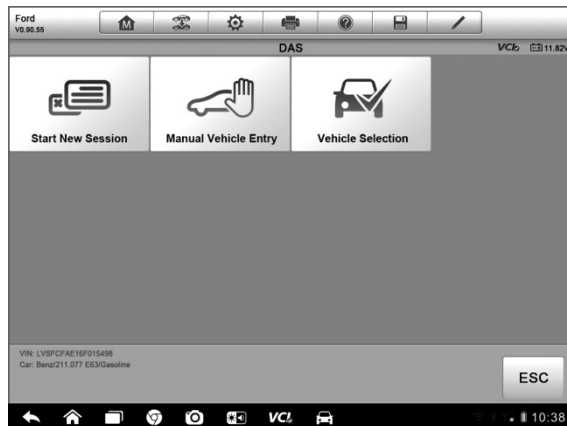

Abbildung 4-4 Beispiel eines Fahrzeug-Auswahlmenüs
4. Wählen Sie im Fahrzeugauswahlmenü **Manueller Fahrzeugeingabe** aus. (*Figure 4-4*) Eine Reihe von Informationsbildschirmen wird angezeigt, tippen Sie auf **Ja**, um fortzufahren.